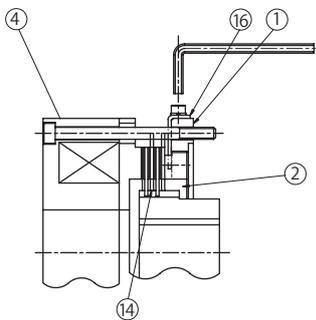

図 8-29
- (1) P69 の手順でブレーキを手動解放します。
- (2) センターリング①外周上にあるストッパー⑯をゆるめ、抜き取ります。ギャップ調整ネジ②がフリーになります。(図 8-29 参照)